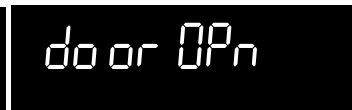

Fig. 4
2. Dès que le four s'est refroidi pendant environ 1 heure et que **Hot** n'est plus affiché, le message **door OPn** devrait s'afficher (fig. 4). Lorsque ce message s'affiche, la porte du four peut être ouverte. Évitez les brûlures et faites preuve de **prudence** en ouvrant la porte du four après l'autonettoyage. Le four risque d'être encore **TRÈS CHAUD**.
2. Si le programme d'autonettoyage a fait chauffer le four à température élevée, attendez un temps suffisant pour qu'il refroidisse et pour que le message **door OPn** s'affiche (fig. 4). Lorsque ce message s'affiche, la porte du four peut être ouverte.